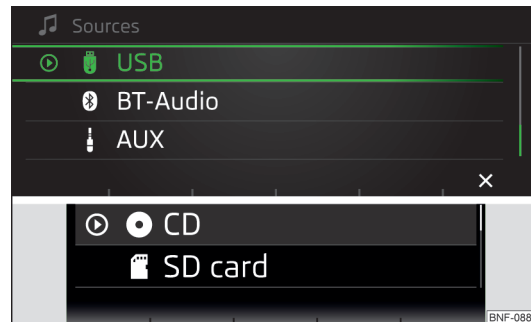

Fig. 103
- ▶ Tryk på funktionsknappen . Vælg audiokilden med drejeregulatoren  » Fig. 103, og vælg den ønskede mappe/det ønskede nummer.